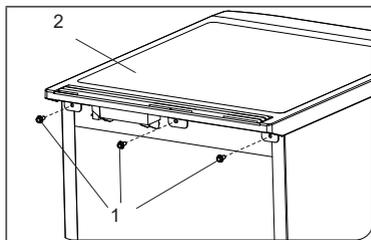
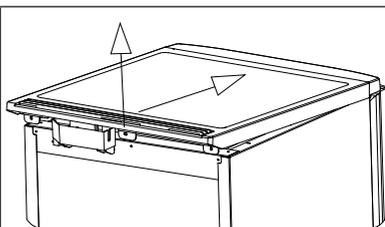
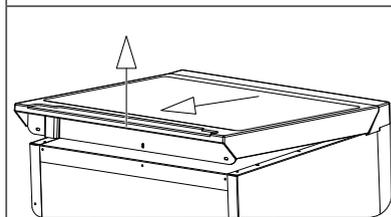
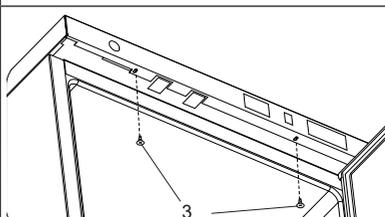

Рисунок 1
Рисунок 2
Рисунок 3
Рисунок 4
1. Торцовым ключом на 7 выкрутите винты 1 столешницы 2 (см. рис. 1). Для моделей Бирюса 102, 152, 290 снятие столешницы выполняется поднятием ее за край и движением от себя (см. рис. 2). Для модели Бирюса 154 снятие столешницы выполняется поднятием ее за край и движением на себя (см. рис. 3). Столешница с термометром снимается аналогично, как показано на рисунке 2, предварительно выкрутив торцовым ключом на 7 винты 1 сзади (аналогично рис. 1), и выкрутив крестовой отверткой винты 3 спереди (см. рис. 4).